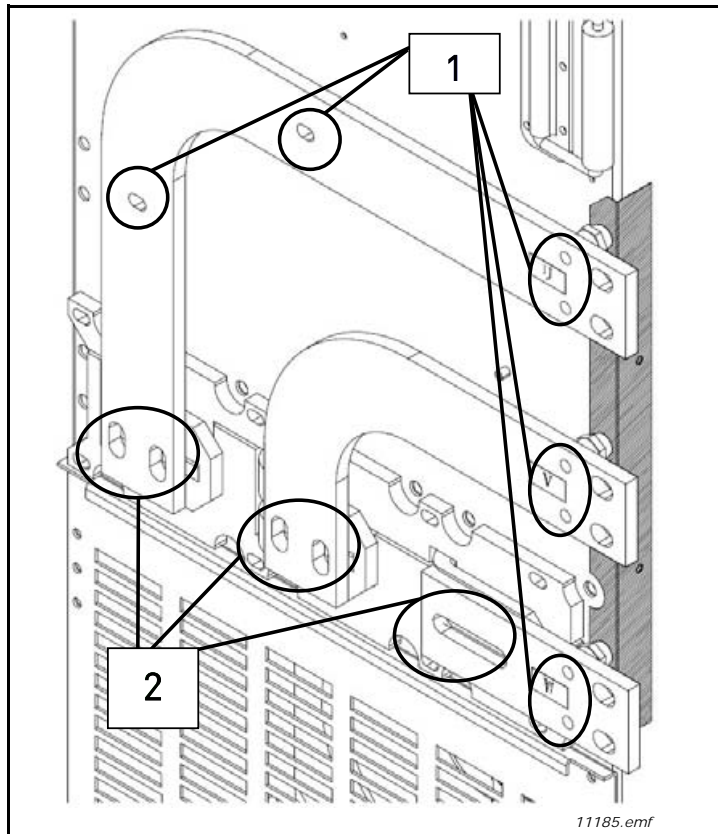

Abbildung 34. Anschluss rechte Seite
1. Lösen Sie die in Abbildung 34 mit 1 nummerierten Befestigungen.
2. Lösen Sie die in Abbildung 34 mit 2 nummerierten Befestigungen.